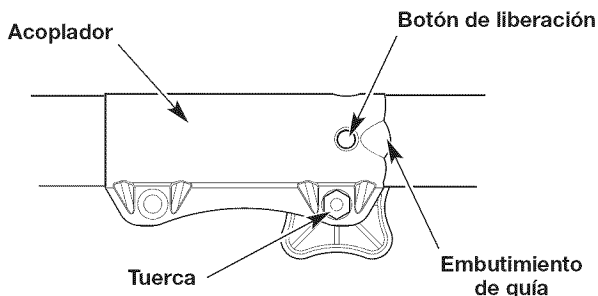

Fig. 4
NOTA: La alineación del botón de liberación con el embutimiento de guía ayudará en la instalación (Fig. 4).
NOTA: No ajuste demasiado la tuerca (Fig. 4).
2. Oprima y mantenga apretado el botón de liberación (Fig. 4).